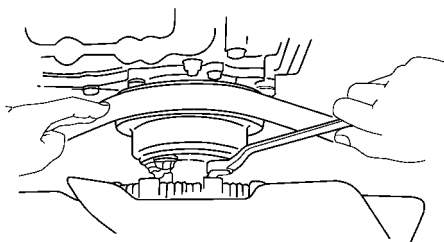

图 1-77 旋松水泵带轮的 4 个固定螺母
1) 如果是液力偶合器型, 旋松水泵带轮的 4 个固定螺母, 如图 1-77 所示。旋松传动带调整螺栓和交流发电机的枢轴螺栓, 拆下传动带。旋下 4 个固定螺母, 拆下连风扇的液力偶合器和水泵带轮。